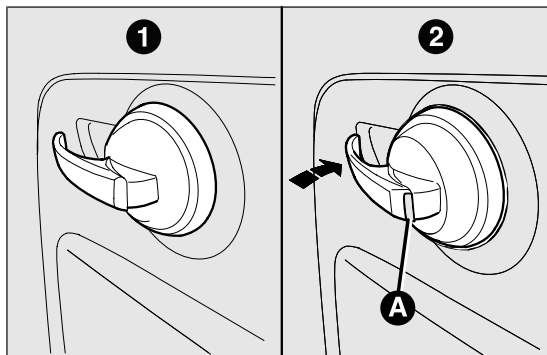

РИС. 49
**Открытие снаружи (дверь со стороны пассажира):** потянуть за ручку. Открытие возможно только если дверь разблокирована изнутри приведением ручки в положение 1 РИС. 49
**Блокировка снаружи:** при полностью закрытой двери со стороны водителя повернуть ключ в положение 2 РИС. 49.
Блокировка двери со стороны пассажира возможна только изнутри приведением ручки в положение 2 РИС. 49.
**Блокировка/разблокировка изнутри:** воздействовать на ручки на дверных панелях РИС. 49.
**ПРЕДУПРЕЖДЕНИЕ** На блокировку двери указывает красный символ А РИС. 49, расположенный на внутренней ручке двери.